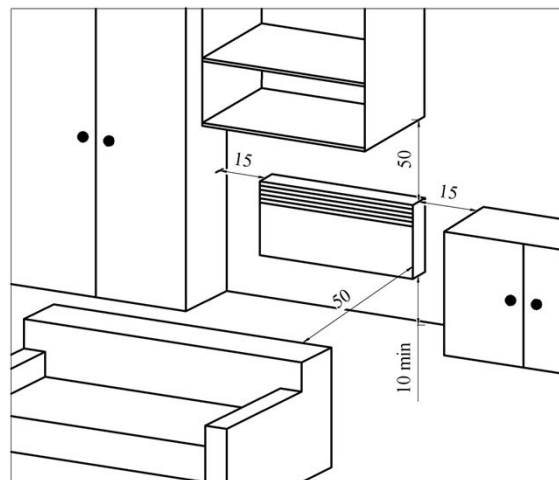

Рис. 2
4.7 Розміщення конвектора на опорах в приміщенні аналогічне (див. рис.2), при цьому відстань від задньої стінки конвектора до предметів (меблі, штори й т. п.) повинна бути не менше 15 см.